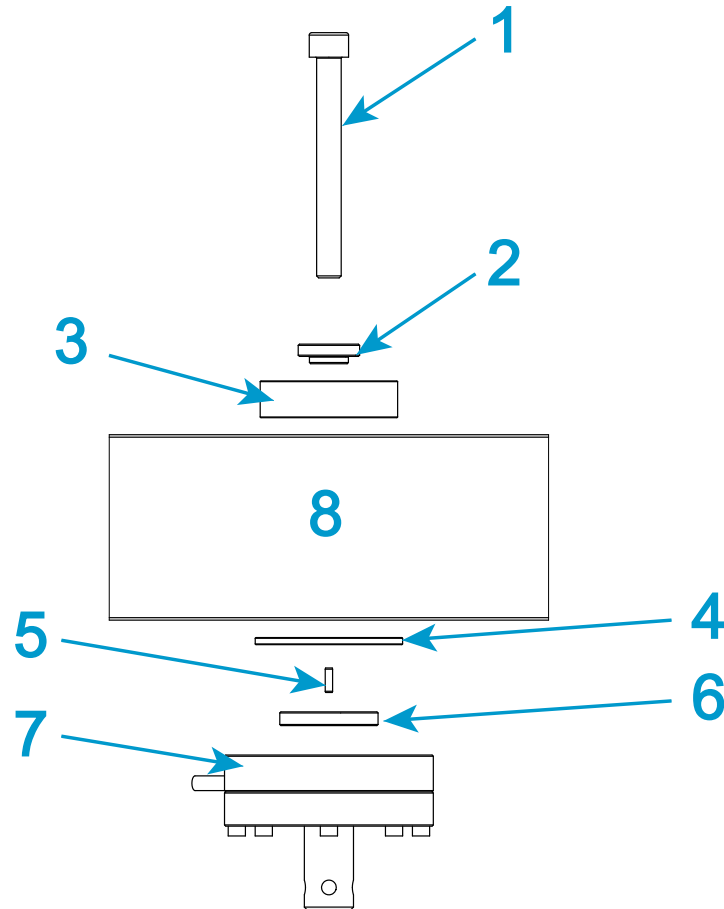

Abbildung 21. Einen Kraftaufnehmer der Serie 2530 installieren – Nennkräfte 5 N bis 100 N
Legende für Abbildung 21
1. Weitere Informationen finden Sie unter Abbildung 21 und in der zugehörigen Tabelle. Stellen Sie außerdem die richtigen Montageteile zusammen.
2. Installieren Sie die Teile, die in Abbildung 21 dargestellt werden und setzen Sie diese in die obere zentrale Bohrung der Traverse ein.